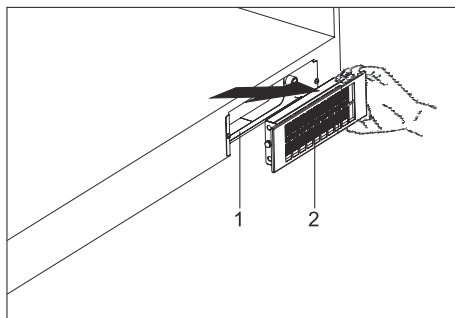

Abb. 25
- 1.** Entfernen Sie den Aktivkohlefilter, (Abb. 25/2) in dem Sie ihn in Pfeilrichtung zu sich ziehen (Abb. 25).